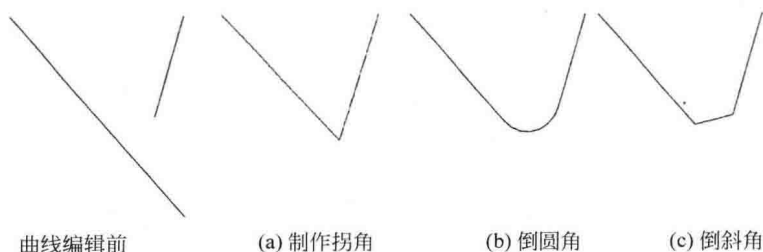

图 1-22 曲线编辑
- 制作拐角: 单击“制作拐角”按钮 , 选取曲线上需要保留的部分, 在两条曲线延伸到交点处, 或修剪掉交点以外的多余曲线, 如图 1-22(a)所示。
- 圆角: 单击“圆角”按钮 , 选取两条倒圆角的曲线, 再在动态输入框中输入半径 R5, 即可创建倒圆角特征, 如图 1-22(b)所示。
- 倒角: 单击“倒斜角”按钮 , 选取两条倒斜角的曲线, 再在动态输入框中输入偏置距离 10mm, 即可创建倒斜角特征, 如图 1-22(c)所示。